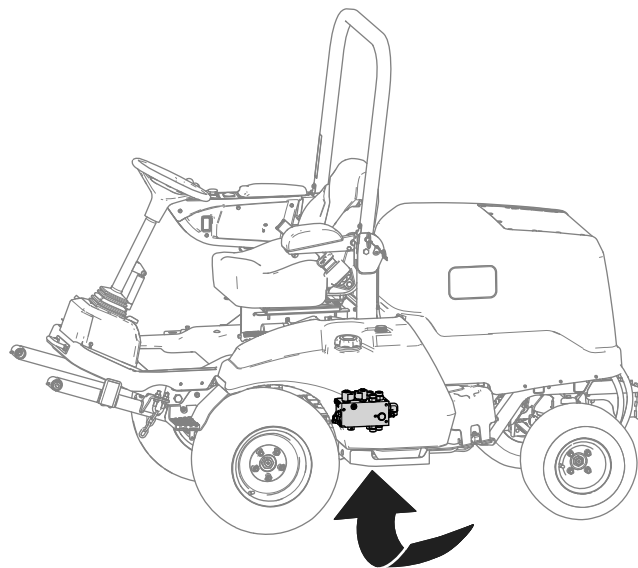

Figura 21
- Localice el distribuidor de elevación desde debajo de la máquina (Figura 21).